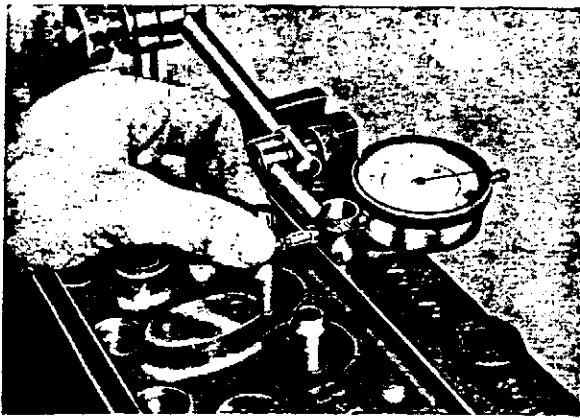

Abb. 33. Messung des Ventilführungsspiels
2. Das Spiel zwischen Spindel und Ventildführung lt. Abb. 33 messen. Das Spiel eines neuen Ventils soll nicht 0,15 mm überschreiten. Kontrollieren, daß die Ventile